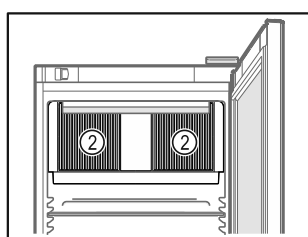

Fig. 49
- Păstrați libere fantele de ventilație Fig. 49 (2) ale suflantei de recirculare a aerului din interior.